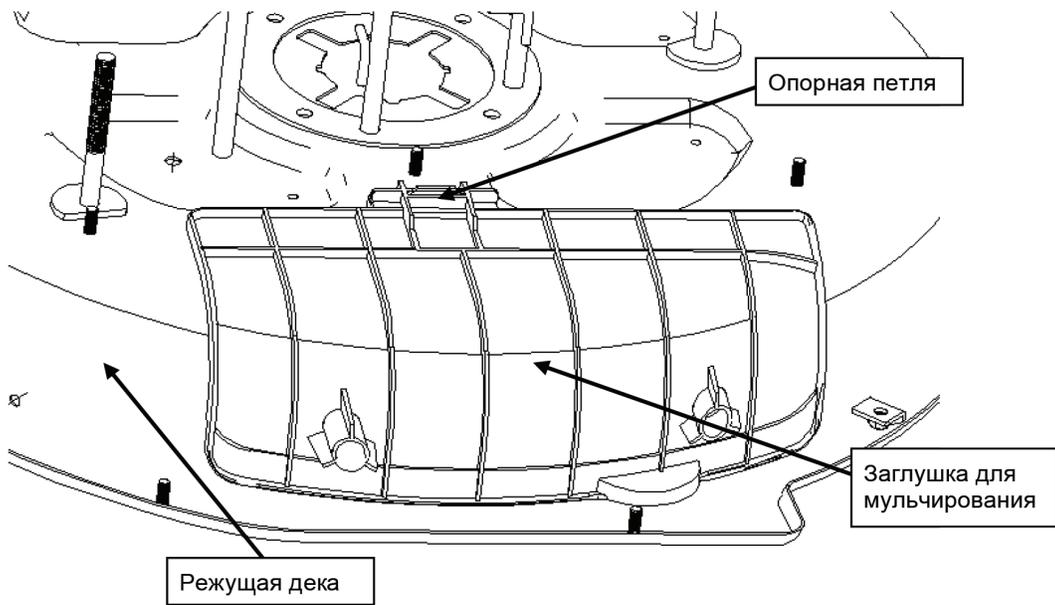

Рис. 13
2. Установите заглушку для мульчирования или дефлектор бокового выброса на опорные петли режущей деки (рис. 13).